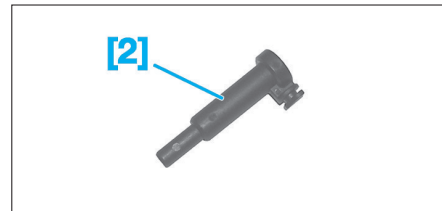

Fig. 17
- [2]. Pige d'immobilisation de l'axe de sélection (réf : 0346.AB) (Fig.17).